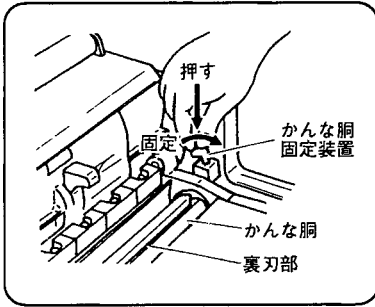

図 35
(2) かんな胴固定装置のレバーを指先で押し右(図中固定側)にまわしてかんな胴を固定します。(図 35)